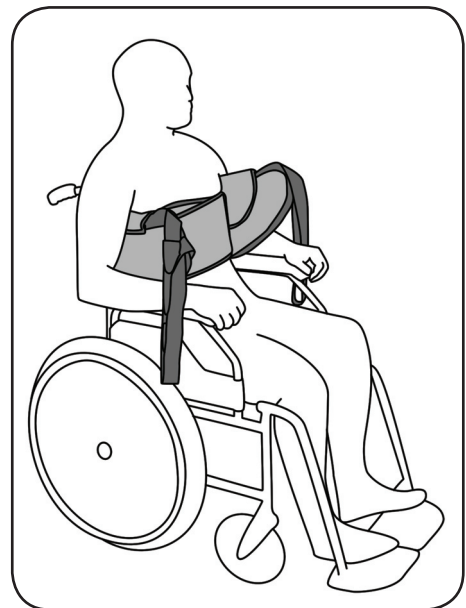

Abbildung 06
3. Führen Sie die Arme des Patienten links und rechts über die Seitenstützen (Abbildung 06).